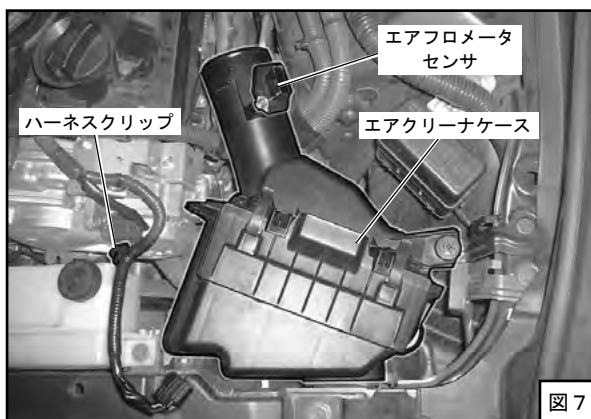

図7
- (6) エアフロメータセンサからコネクタを外してください。（図7）
- (7) ハーネスクリップをエアクリーナケースから外してください。（図7）
- (8) ボルトを外し、エアクリーナケースを取外してください。（図7）
- (9) エアクリーナケースアッパからエアフロメータセンサを取外してください。（図7）